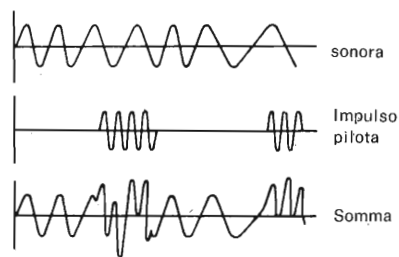

Fig. 1 - Frequenza con l'informazione sonora, frequenza pilota e somma risultante.
A bassa temperatura, l'uscita del TAA 521 è zero o anche negativa; di conseguenza, il transistor  $TR_{12}$  risulterà bloccato mentre il transistor  $TR_{13}$  sarà in saturazione; il relè RA verrà eccitato, e di conseguenza i riscaldatori verranno inseriti. L'uscita del TAA 521 aumenta con la temperatura e quando essa risulterà sufficientemente positiva, il diodo  $D_{18}$  andrà in interdizione; in queste condizioni,  $TR_{12}$  andrà in saturazione mentre  $TR_{13}$  si bloccherà diseccitando RA, e di conseguenza interrompendo il circuito di alimentazione dei riscaldatori. Aumentando ulteriormente la temperatura, l'uscita del TAA 521 raggiungerà un valore sufficientemente elevato da disinserire completamente anche il diodo  $D_{17}$ ; in queste condizioni, verrà applicata ai terminali di ingresso C e D del  $TR_1$  di fig. 1, una tensione di controllo che provocherà un aumento della velocità della ventola. In questa maniera è possibile ottenere un controllo della temperatura veramente efficace, per il semplice fatto che alle temperature più elevate corrisponde un maggiore spostamento di aria.
- 3) Regolare la più bassa velocità della ventola con  $R_4$  (fig. 1).
**I**l funzionamento dell'apparecchio è il seguente: (fig. 1) all'informazione sonora viene sovrapposta una frequenza impulso inviando le due frequenze in un mixer. L'impulso di avanzamento consiste in un treno di oscillazioni sinusoidali di frequenza relativamente alta ovvero ultra-udibile.